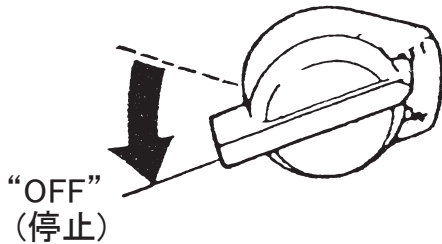

図 32
2. アイドルロックボタンを押さずにアクセルレバーを戻す(緊急停止機能)かエンジンのスイッチを「OFF(停止)」の位置にします。(図32)セーフティ(安全)スイッチ(緊急停止機能)を使用して停止した場合でも、エンジンのスイッチは「OFF(停止)」の位置にしてください。